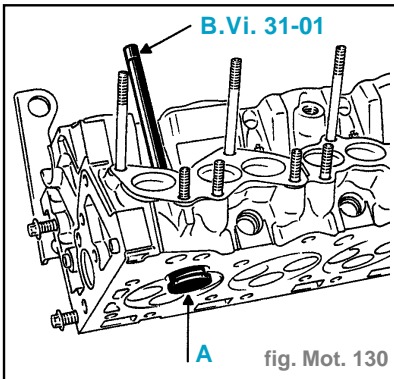

fig. Mot. 130
• les préchambres (A) et si nécessaire, frapper légèrement avec l'outil **B.Vi. 31-01** (introduit par le logement des injecteurs). Certaines préchambres peuvent être libres, faire attention de ne pas les laisser tomber. (fig. Mot. 130)